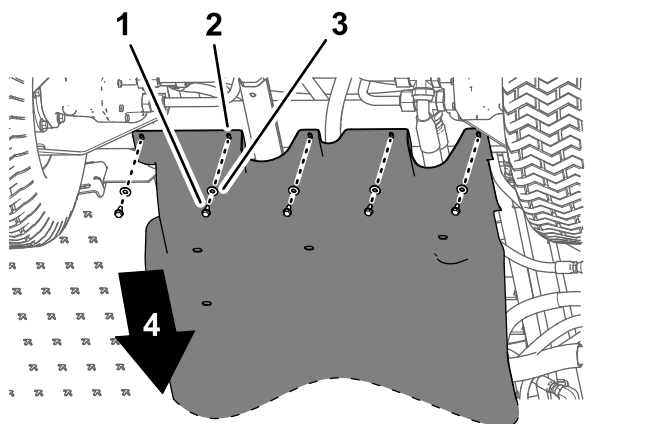

Figura 97
- Alinee los orificios de la parte trasera del protector de bajos con los orificios del chasis (Figura 97).
- Monte la parte trasera del protector de bajos en el chasis (Figura 97) con las fijaciones que retiró en el paso 1 de 4 **Retirada del protector de bajos** (página 12), como se indica a continuación: